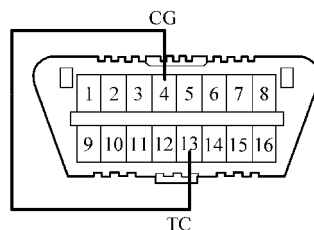

图 9-12 跨接 DLC3 端子
- 1) 将点火开关转到 ON (IG) 位置, 并等待大约 60s。
- 2) 如图 9-12 所示, 用导线将 DLC3 的端子 4 (CG) 和 13 (TC) 跨接。